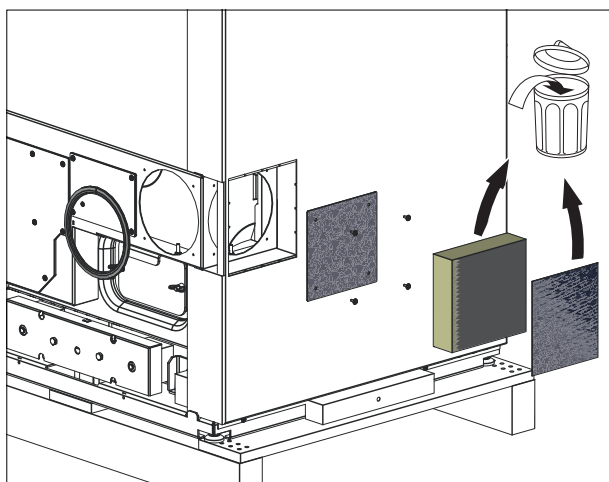
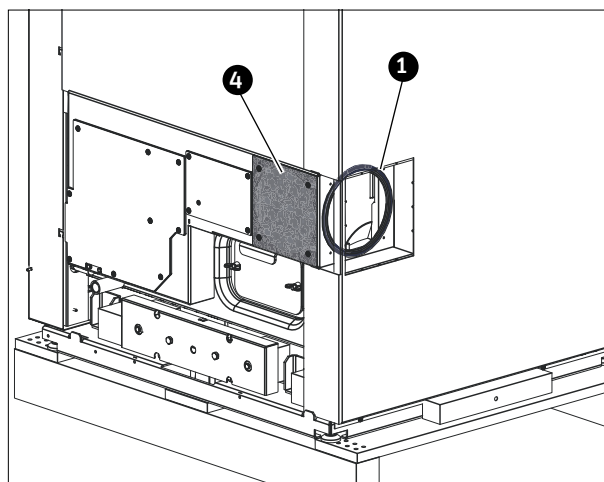

Fig. 29
Fig. 30
- ▶ Dichtung [1] für Polokalanschluss (Ø 160 mm / DN 150) von der rechten Seite abnehmen – Fig. 29.
- ▶ Vorstanzung [2] und Isolierung [3] in der Rückwand beim Kessel entfernen und fachgerecht entsorgen, wird nicht mehr benötigt – Fig. 29.
- ▶ Deckeln [4] hinten abmontieren (Fig. 29) und auf der rechten Seite wieder montieren – Fig. 30.
- ▶ Dichtung [1] für Polokalanschluss hinten wieder montieren – Fig. 30.